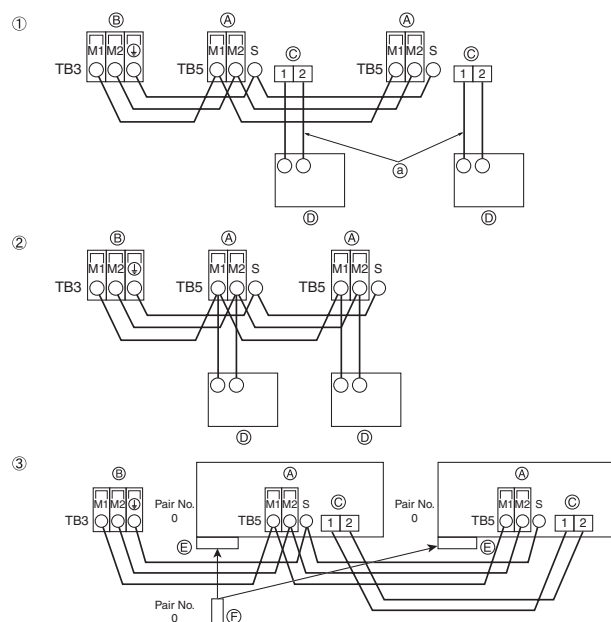

Fig. 5-4
5.2. Подсоединение пульта дистанционного управления, кабелей передачи внутри и снаружи (Fig. 5-4)